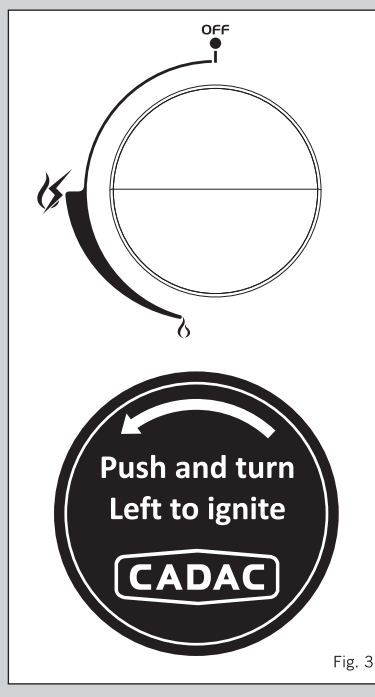

Fig. 3
- Brug betjeningsknapperne for at justere flammernes intensitet i de enkelte brændere ved at dreje knappen mod uret for at mindske flammen, og med uret for at øge flammen (se Fig. 3).